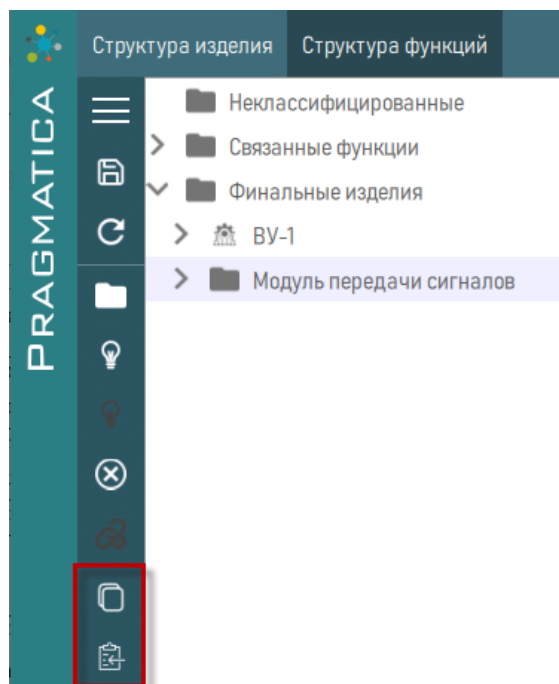

Рисунок 179 – Кнопки «Копировать» и «Вставить»
3) Нажать кнопку  «Копировать», расположенную слева на панели (рисунок 179).
4) Выбрать для функции новый родительский элемент и нажать кнопку  «Вставить», расположенную на панели (рисунок 179).